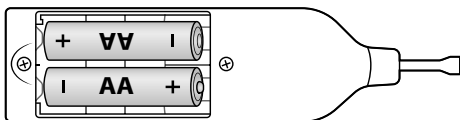

Fig. 1
- ◆ Abra el compartimento para pilas ④ de la parte posterior del fundidor ①.
- ◆ Coloque las pilas de la manera indicada en el compartimento para pilas ④ del fundidor ① (consulte la *fig. 1*).
- ◆ Vuelva a cerrar el compartimento para pilas ④.